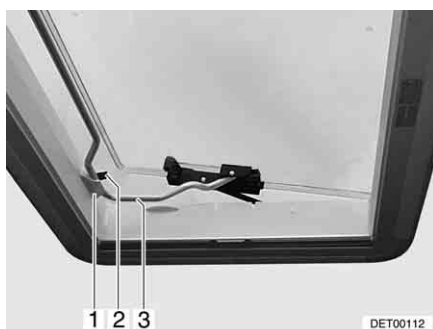

Bild 69 Heki-takluckan i ventilationsläge 2
- Sätt in bygel (Bild 69,3) i hållaren (Bild 69,1).
- Ställ spaken (Bild 69,2) över bygel.